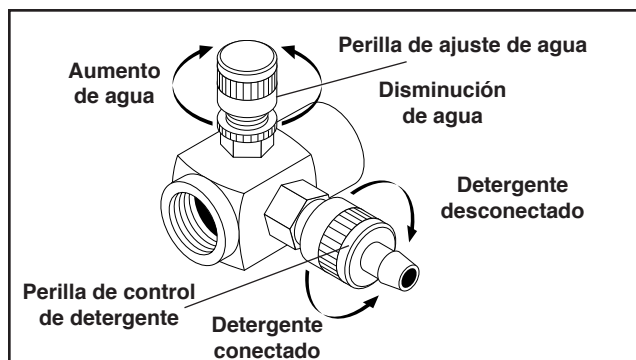

Figura 5 - Válvula inyectora de detergente
3. Comience a succionar detergente mediante la rotación de la perilla de ajuste de agua de la válvula inyectora de detergente. Vea la **Figura 5**. Al girar la perilla en sentido contrario a las manecillas del reloj se absorbe detergente en el sistema. El flujo se puede observar.